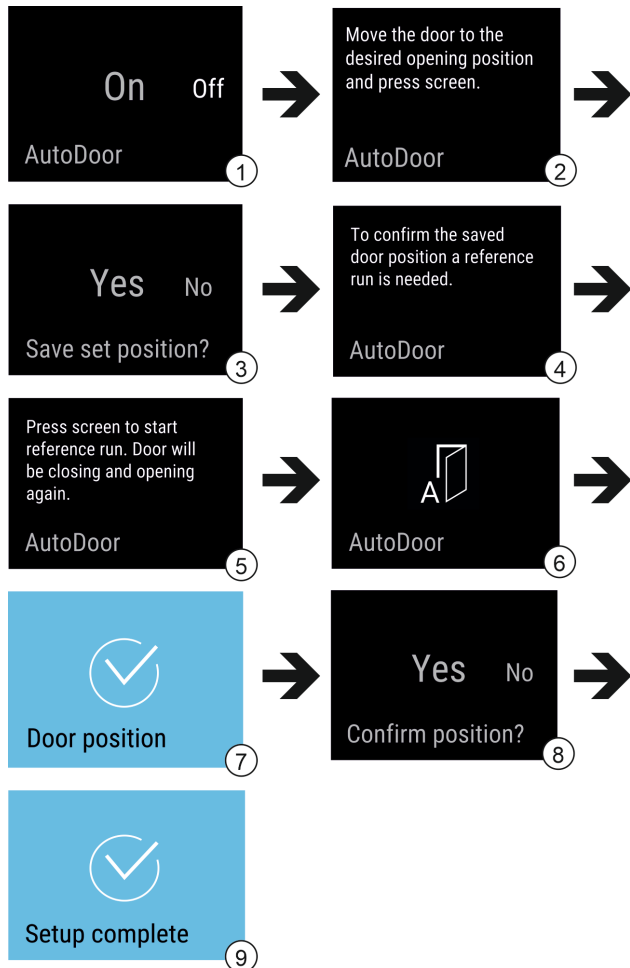

Fig. 10 Приклад відображення індикації англійською мовою
- ▶ Активувати AutoDoor: індикацію на дисплеї перемістити на On. Fig. 10 (1)
- ▶ Утримувати дисплей натиснутим протягом 3 секунд. Fig. 10 (1)
- ▶ Конфігурувати кут розкриття дверей: Відкрити двері мінімум на 70°. Fig. 10 (2)
- ▶ Підтвердити кут розкриття дверей: Торкнутись повідомлення на дисплеї. Fig. 10 (3)
- ▶ Запустити встановлення у початкове положення: Торкнутись дисплею. Fig. 10 (5)
- ▶ Дисплей блимає. Fig. 10 (6)
- ▶ Встановлення у початкове положення успішне: Дисплей стає блакитним на 2 секунди. Fig. 10 (7)
- ▶ Підтвердити кут розкриття дверей. Fig. 10 (8)
- ▶ Дисплей стає блакитним. Fig. 10 (9)